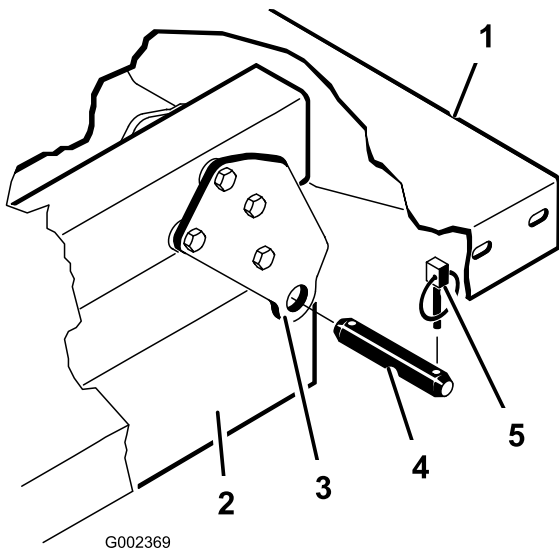

图 4
6. 卸下将货斗枢轴支架固定到机器机架槽上的保险销和柱销 图 4。